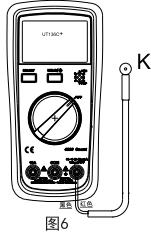

图6
8. 温度测量(摄氏/华氏测温, 仅适用于UT136C+, 见图6)